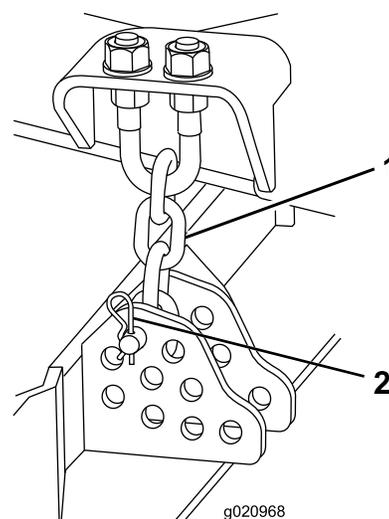

図 19
10. 刈高チェーンを刈り込みデッキ後部に固定しているヘアピンコッターとクレビスピンを取り外す 図 19。